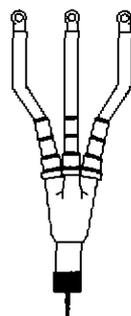

图6
1.5 依据上述步骤分别将三芯电缆的另两条完成,完成后的电缆头如图6。